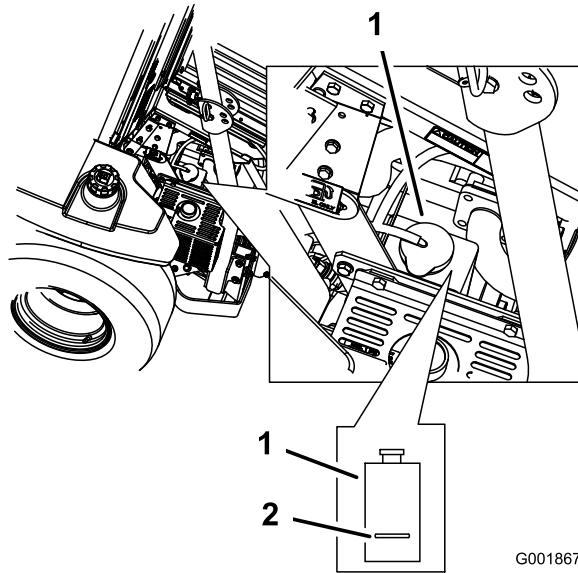

Figura 57
3. Con el motor frío, compruebe el nivel del depósito de expansión. El nivel de líquido debe llegar a la línea en relieve en el exterior del depósito de expansión (Figura 57).
4. Si el nivel de refrigerante es bajo, añada una mezcla al 50% de anticongelante de larga vida/Dex-Cool® y agua al depósito de expansión (Figura 57).
5. Añada la mezcla al 50% de refrigerante al depósito de expansión y llénelo hasta la línea marcada en el depósito (Figura 57).